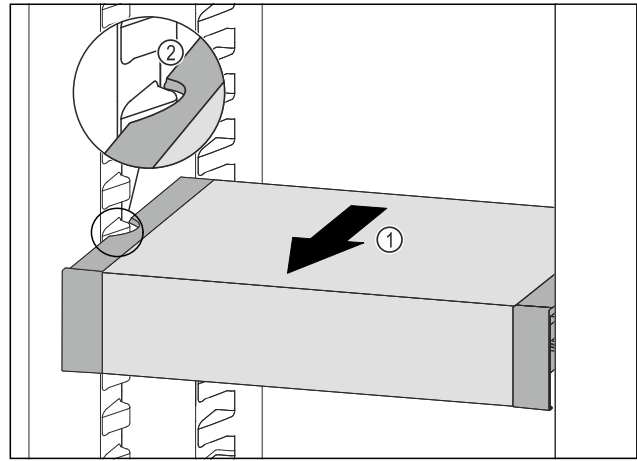

Fig. 80
- ▶ Потягнути VarioSafe вперед Fig. 80 (1), поки бокові заглиблення VarioSafe не опиняться на рівні ребра для ємності в охолоджувальному відділенні. Fig. 80 (2)